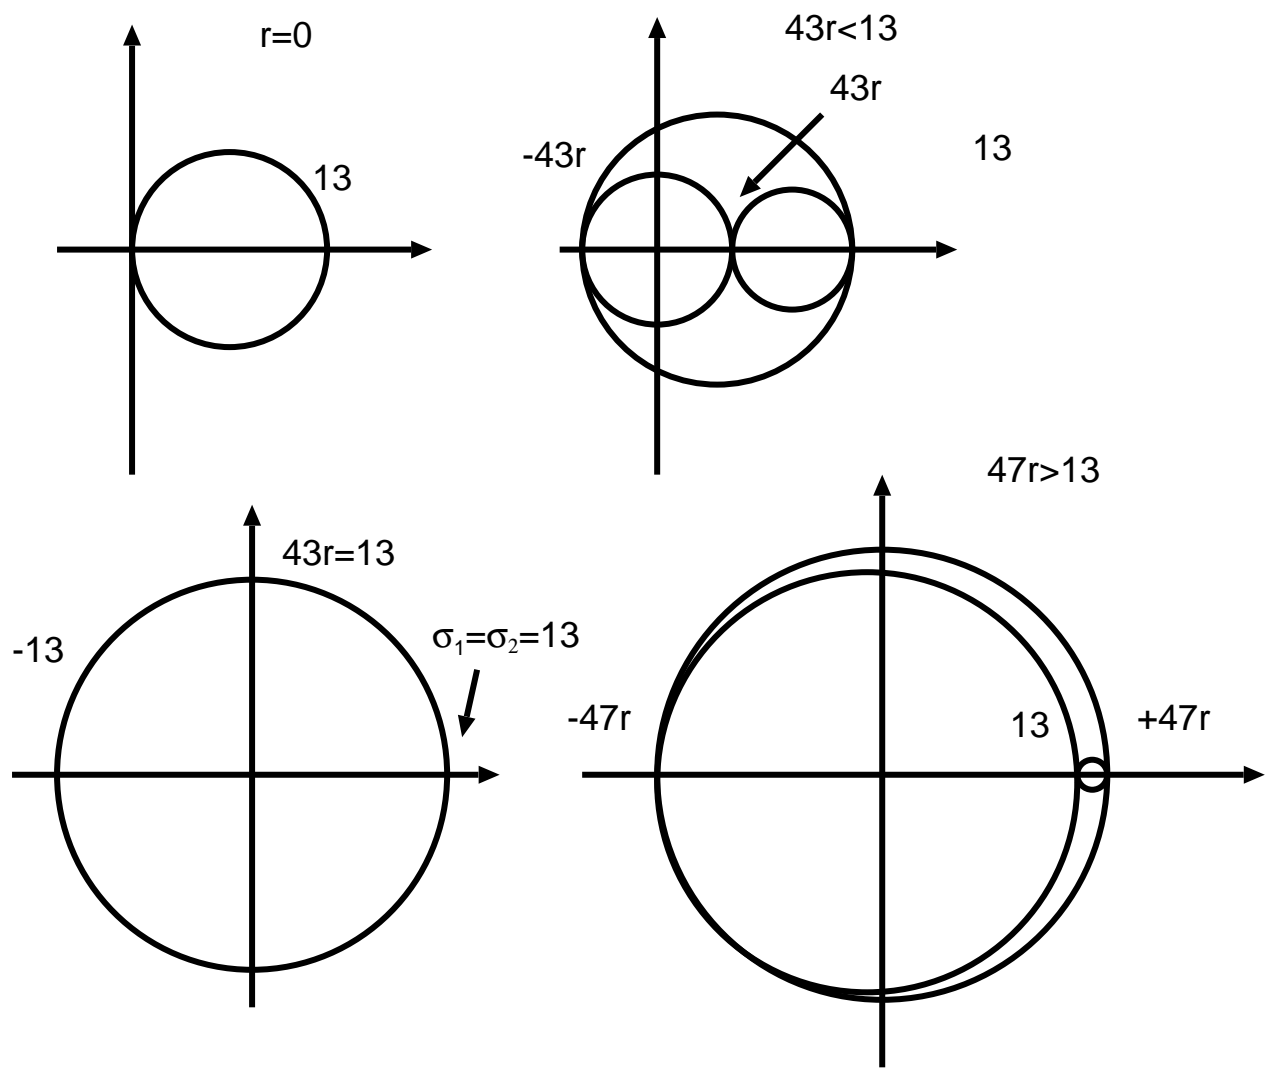

Figura 4: Solução do problema 3.
3. O problema deve ser resolvido em quatro etapas, como representado na Figura 4. Quando $r = 0$, temos um carregamento uniaxial de tração, afastando-nos da linha de centro, surgem duas tensões principais de mesmo módulo, mas de sinal oposto, que advém